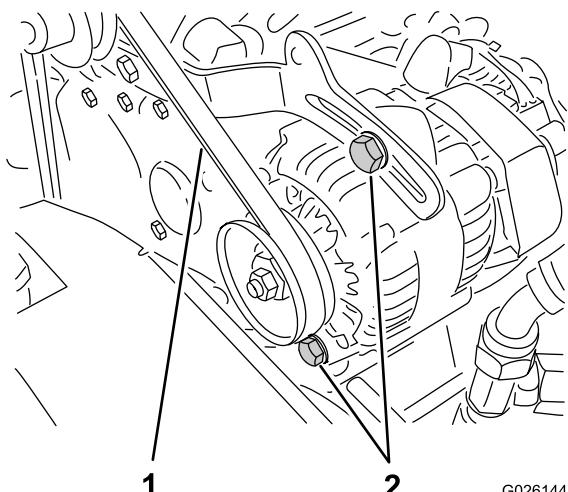

図 68
2. クランクシャフトとオルタネータのブーリー間の中央でベルトを指で押してベルトの張りを点検する 押す力は10 kg程度(図 68)。
A. オルタネータの取り付けボルト2本をゆるめる図 68。
- B. エンジンとオルタネータの間にバールを入れて適当な張りに調整し、取り付けボルトを締め付ける図 68。